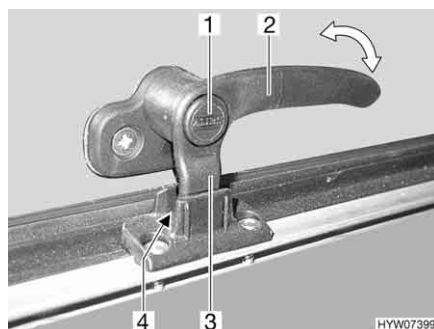
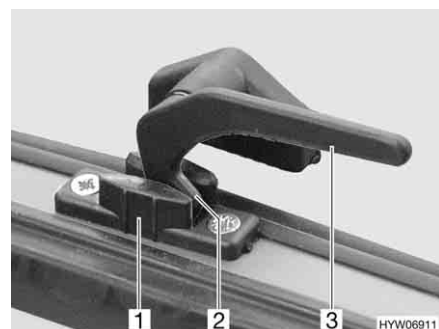

Bild 60 Låsarm med låsknapp i läget "kontinuerlig vädning"
Bild 61 Låsarm i läget "kontinuerlig vädning"
- I läget "kontinuerlig vädring" (Bild 60 och Bild 61)
- Tryck på låsknappen (Bild 60,1) om sådan finns och håll den nedtryckt.
- Sväng låsarmen (Bild 60,2 eller Bild 61,3) ett kvarts varv mot fönstrets mitt.
- Vrid tillbaka låsarmen. Därvid måste låsarmens låsspak (Bild 60,3 eller Bild 61,2) föras in i spåret på fönsterlåsen (Bild 60,4 eller Bild 61,1).
- Släpp låsknappen (Bild 60,1) om sådan finns.